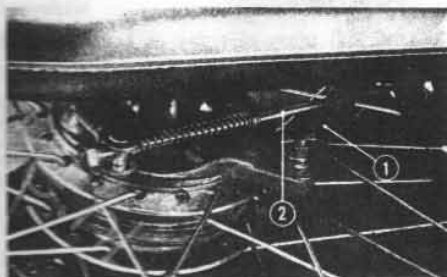

Fig. 75 ① Blokkeerarm achterremankerplaat
- 1) Maak de remankerplaat-blokkertrekstang aan de ankerplaat los en maak de remstang los. (Fig. 75)